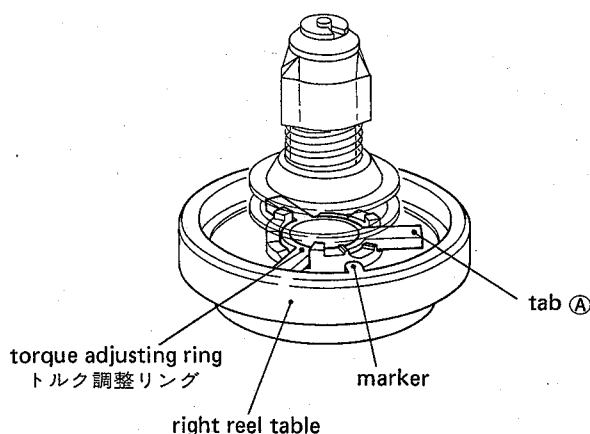

Fig. 4-6
3. If the take-up torque is still out of the limits, adjust the torque adjusting ring provided on the right reel table. The torque can be adjusted to three values as shown in fig. 4-6. Turn the torque adjusting ring with the tab A, pulling slightly upward, and place the tab on one of three stepped portions having pawls to fix the tab.
3. もしテイクアップ・トルクが更に規定値から外れている場合は、右リール台のトルク調整リングを回して調整する。トルクは 図4-6 に示すように3段階に調整できる。リール台のマーカのある部分だけ階段部分にツメが設けられているので、調整時にはタブAを持ち上げるようにしてトルク調整リングを回す。